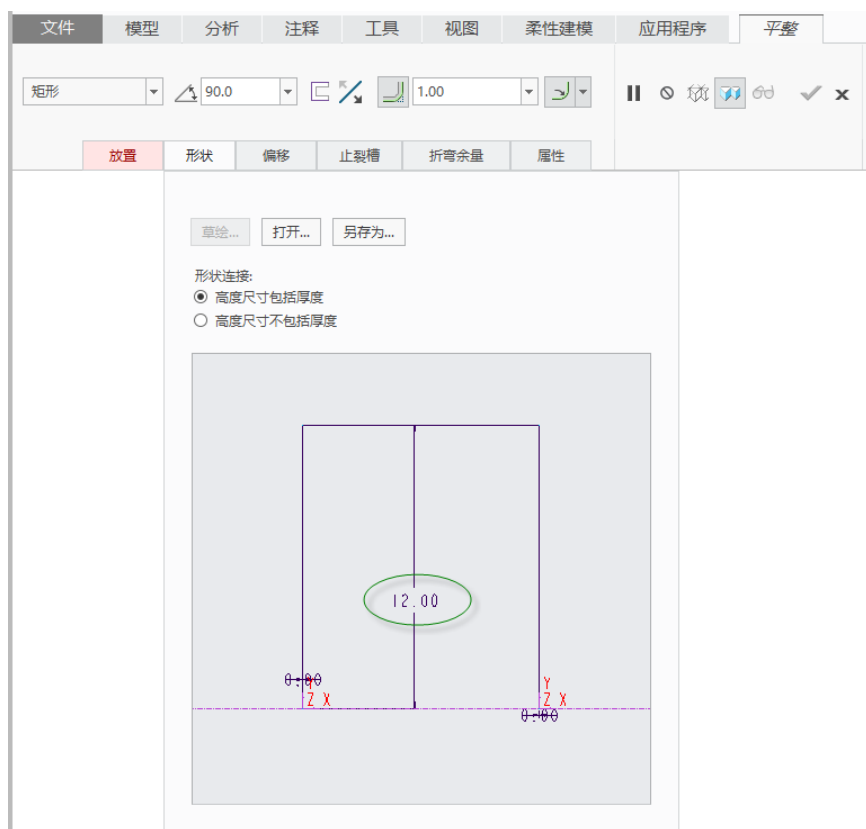

图 6-82 设置形状尺寸
(1) 在功能区“模型”选项卡的“形状”组中单击  (平整) 按钮, 打开“平整”选项卡。
(2) 默认的形状选项为“矩形”选项, 从  (折弯角度) 下拉列表框中选择“90”, 设置折弯的内侧半径值为“1”。接着进入“形状”面板, 设置图 6-82 所示的形状尺寸。